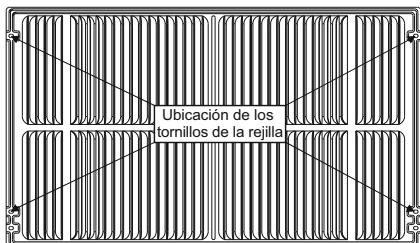
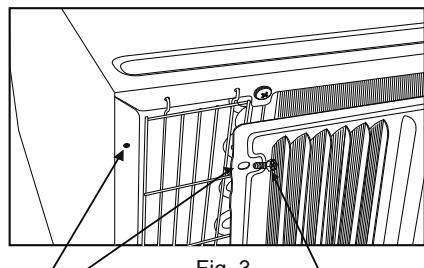

Fig. 2
Fig. 3
4. Si la unidad no está pre-perforada (algunos modelos), perfore cuidadosamente orificios de $4\frac{1}{8}''$ a través de la rejilla y en la brida lateral de la unidad a aproximadamente $1\frac{1}{2}''$ a $2''$ de la parte superior e inferior como en las Fig. 2 y Fig. 3. (Tener cuidado de no perforar el serpentín de cobre del intercambiador de calor)